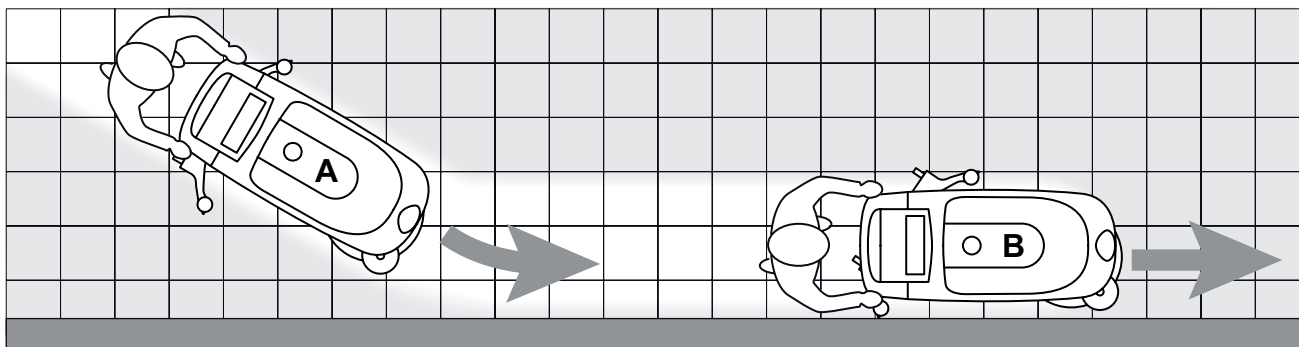

Figura 4
*Para un correcto lavado/secamiento de los suelos en los bordes de las paredes, Advance sugiere acercarse con el lado derecho de la máquina como indicado en la figura 4.*